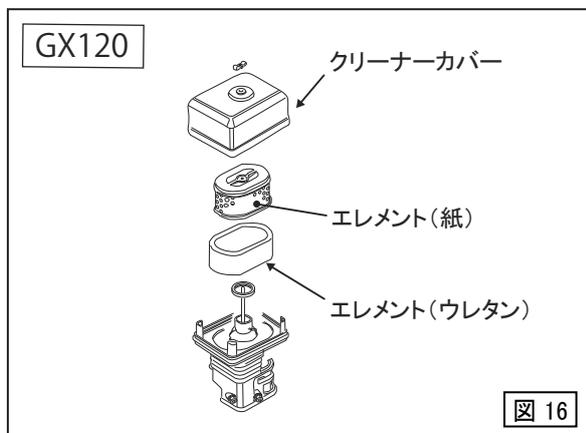

図 16
1. エアークリーナーカバーを外し、エレメント(ウレタン、紙製)を外してください。(図16)